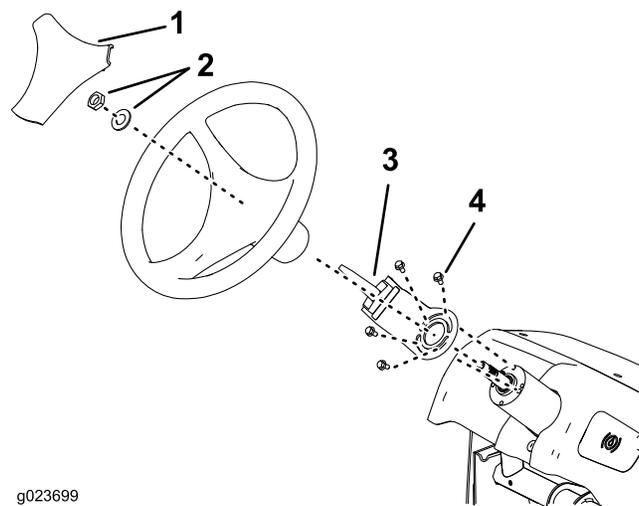

Figura 3
- Retire la tapa del volante, retire las fijaciones del volante y retire el volante de la columna (Figura 3).
- Coloque el soporte del interruptor sobre la columna de dirección, y sujete el soporte con los 4 pernos (Figura 3).
Interruptor de paleta de la espuma – activa el compresor, generando un flujo de espuma y aire al tramo de brazo izquierdo o derecho (Figura 3).